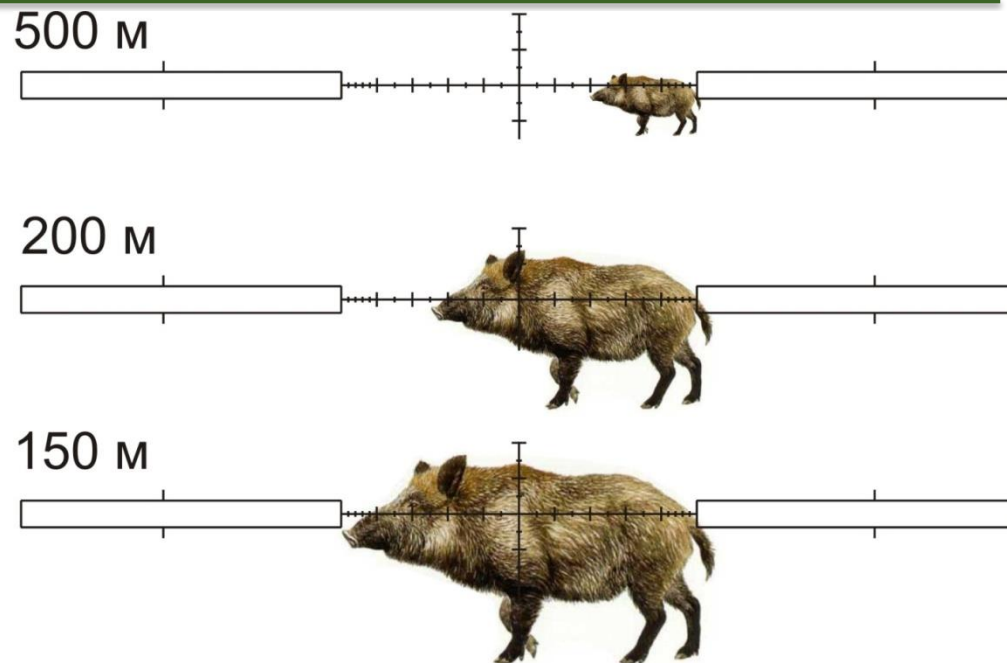

Рисунок 31 – Определение расстояния до цели по сетке «Mil-Dot»
2) Поместите перекрестье прицела так, чтобы одна сторона цели по высоте оказалась на риске «Mil-Dot» (см. рис. 31).